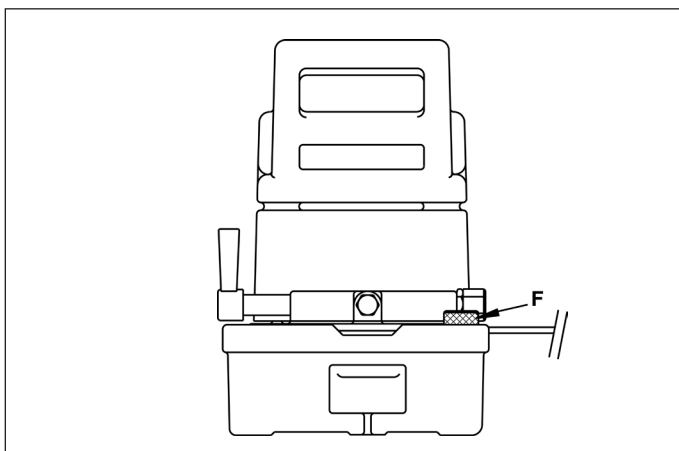

Figur 4
1. Slangen mellom pumpe og sylinder festes direkte til utløpsporten (A) på kontrollventilen (se Figur 4).
2. Hvis du ønsker en måler til å overvåke systemtrykket, må du installere en måleradapter i ventilens utløpsport (A). Installer en 700 bar [0 - 10 000 psi] trykkmåler i målerporten på måleradapteren.